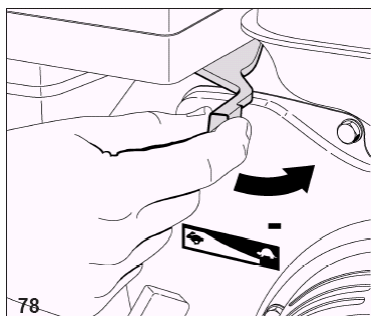

Рис. 22.
1. Плавно повернуть рычаг акселератора по часовой стрелке, заглушить двигатель (рис. 22).